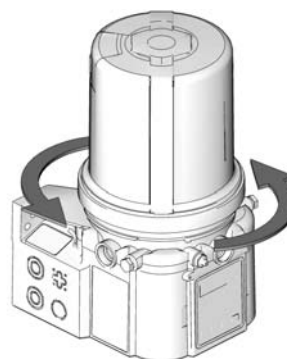

FIG. 2
5. Coloque una llave de correa alrededor del depósito. Gire el depósito 2 vueltas en sentido antihorario (FIG. 2). No gire el anillo adaptador.